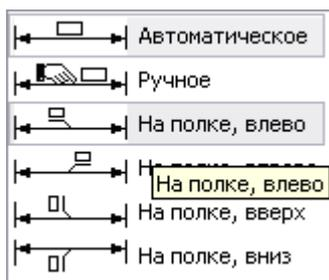

Рис. 76
7. Из раскрывающегося списка **Размещение текста** выберите вариант **На полке, влево** (рис. 76). Положение размерной линии совпадает с первым размером.